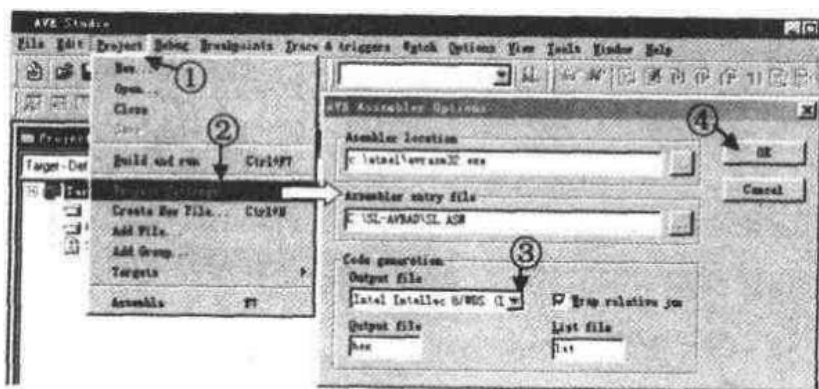

图 3.11 源文件编译选项
① 选 Project 菜单; ② 选 Project Settings 编译项目设置,出现 AVR Assembler Options 选择窗口; ③ 选 Output file 中 Intel Intellec8/MDS... 生成 Intel 格式 hex 文件; ④ 按 OK 键,设置完成,见图 3.11。